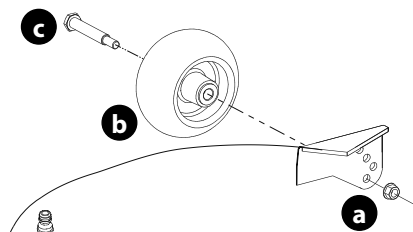

Figure 10
6. Retirez le écrou de blocage (a) la roulette de terrage (b) et la vis à épaulement (c) du plateau (Figure 10).